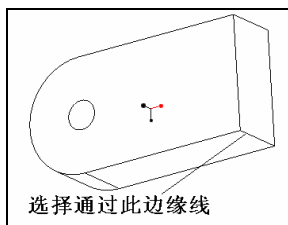
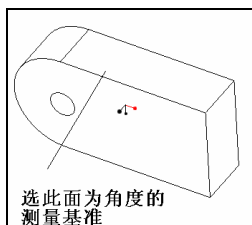

图1-9 选择边线
图 1-10 选择平面
2. 生成角度基准面。为了生成右侧倾斜立方实体，首先需要生成立方实体的草图绘制平面，此平面与缺省基准面成一定角度。选择【Feature】>【Create】>【Datum】>【Plane】>【Through】命令，先选择基准面通过的边缘线，如图 1-9 所示；再选择【Angle】命令，确定生成的基准面与实体表面所成的角度。此时系统提示选择角度的测量起始面，选择如图 1-10 所示的平面。